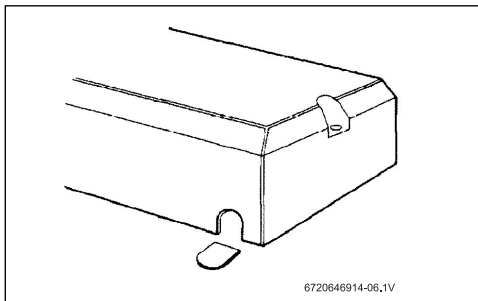

Fig. 18 Cubierta de la unidad
- ▶ Si va a ser a través de la cubierta inferior, corte el saliente de plástico para exponer la funda de goma (Fig. 18):